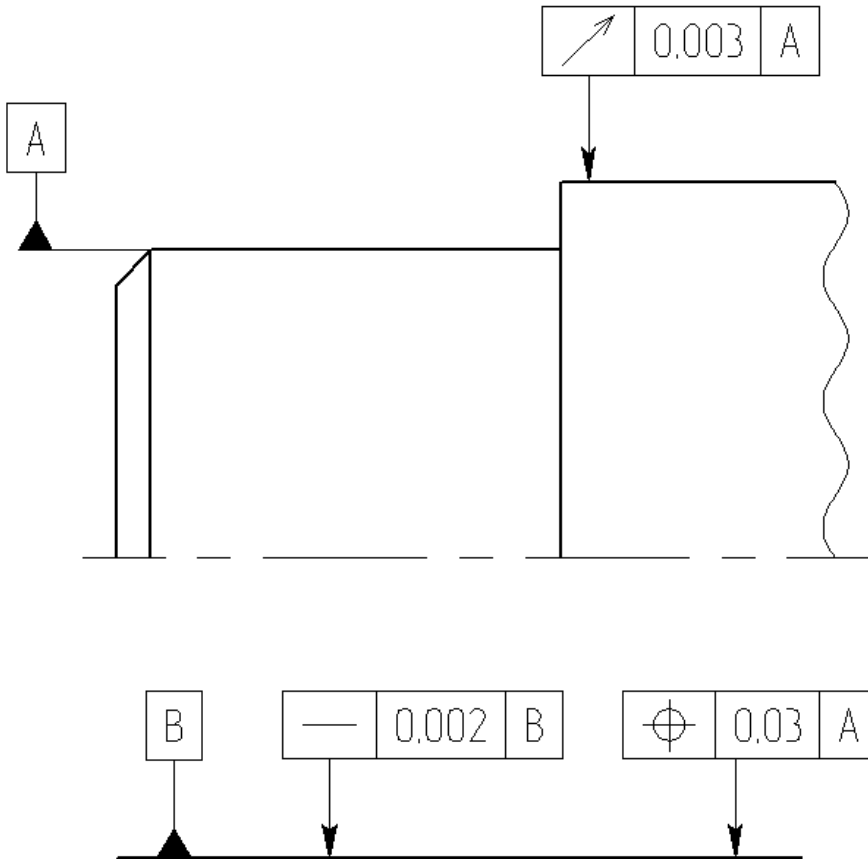

Рис. 1.9. Обозначение допуска формы и расположения поверхностей
**Обозначение допуска формы и расположения поверхностей** – стандартный элемент оформления чертежей, состоящий из совокупности отрезков прямых линий и текстовой информации, который привязывается только к узлу (рис. 1.9).